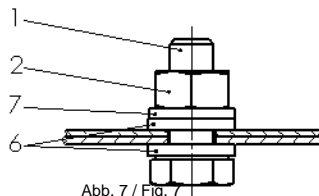

Abb. 7 / Fig. 7
- Gehäusewand mit Befestigungselementen nach Abb. 7 montieren. Nachfolgende Anziehdrehmomente verwenden:
- Gehäusedeckel montieren mit Schraubverbindung M6 bzw. M8 entsprechend Abb. 7 und Anziehdrehmomente obenstehender Tabelle anwenden.
- Fasten the housing wall with fastening elements as per Fig. 7. Use the following tightening torques:
- Fasten the housing lid with the M6/M8 screw connection as per Fig. 7 and use the tightening torques shown in the table above.